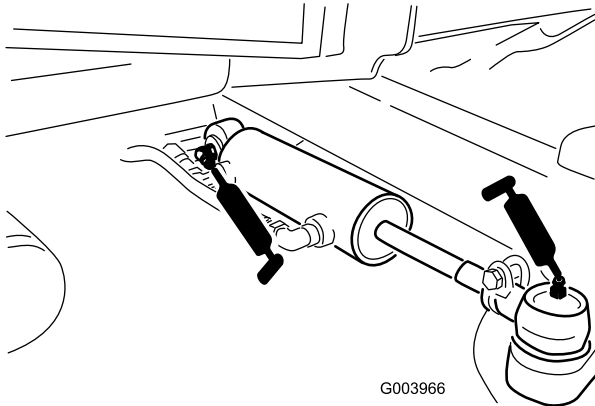

Figura 82
- Giunti a sfera (2) del cilindro di sterzo (Figura 82)